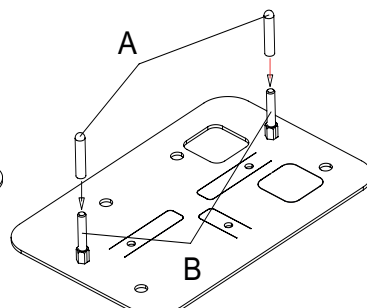

Fig. 4B
- Introduzca las tapas de goma (ref. A) en los tornillos M8x50 (ref. B) recién colocados en la placa (Fig. 4B). Estas tapas son imprescindibles y sirven para evitar que el hormigón fragüe sobre los tornillos impidiendo soltarlos en un futuro.